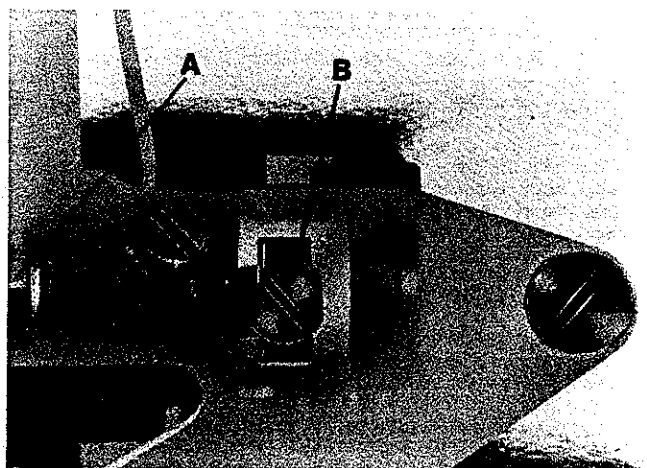

Fig.41
The amount of spreader travel from extreme left to extreme right position can be increased or reduced if required. For adjustment loosen nut (A, Fig. 41), turning screw (B) clockwise reduces and turning it counterclockwise increases the amount of spreader travel. Retighten nut (A).
Der Weg des Legers von der linken zur rechten Endstellung kann bei Bedarf, vergrößert oder verkleinert werden. Zur Einstellung lösen Sie die Mutter (A, Fig. 41), drehen der Schraube (B) im Uhrzeigersinn verkleinert und drehen im Gegenuhrzeigersinn vergrößert den Legerweg. Ziehen Sie die Mutter (A) wieder an.